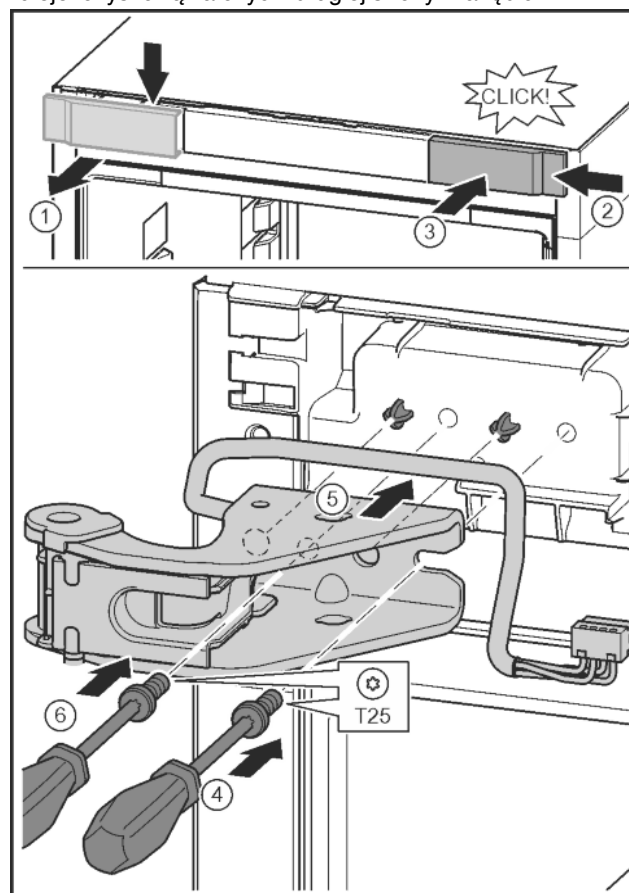

Fig. 31
- ▶ Poluzować osłonę i zdjąć w bok. Fig. 31 (1)
- ▶ Osłonę obrócić o 180° założyć z drugiej strony od prawej. Fig. 31 (2)
- ▶ Zająć osłonę. Fig. 31 (3)
- ▶ Śrubę założyć przy pomocy śrubokręta T25. Fig. 31 (4)
- ▶ Założyć górną płytkę zawiasu. Fig. 31 (5)
- ▶ Dokręcić śrubę. Fig. 31 (4)
- ▶ Śrubę założyć przy pomocy śrubokręta T25 i mocno dokręcić. Fig. 31 (6)